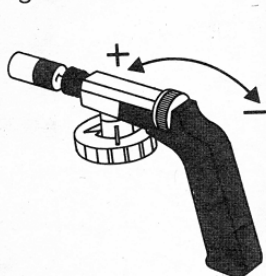

fig 3
4. Pour fixer l'appareil sur la cartouche CV 470, tourner la rondelle (f) de la gauche vers la droite, sans forcer jusqu'à la butée (fig. 3).